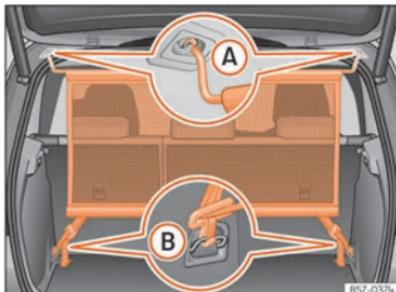

Abb. 175 Netztrennwand eingebaut.
- Netztrennwand in der linken Aufnahme am Dach »» (Abb. 175) A einhängen. Darauf achten, dass die Querstange über die obere Position hinaus nach unten gezogen wird.
- Netztrennwand in der rechten Aufnahme am Dach durch Zusammendrücken der Querstange »» (Abb. 175) A einhängen.
- Beide Haltehaken der Netztrennwand in die vorderen Verzurrösen im Gepäckraum »» (Abb. 175) B einhängen und die Gurte fest spannen.